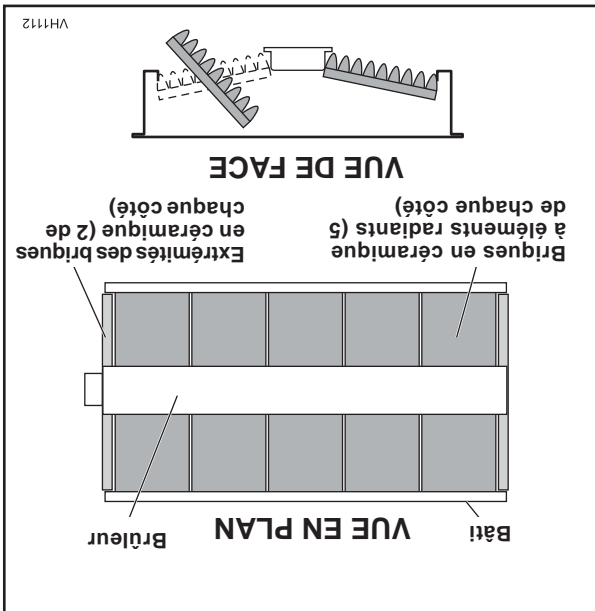

Figure 6
- (a) Insérer l'extrémité des briques en céramique à éléments radiants à chaque coin du bâti du brûleur. Quatre briques sont requises pour chaque brûleur (Fig. 6).